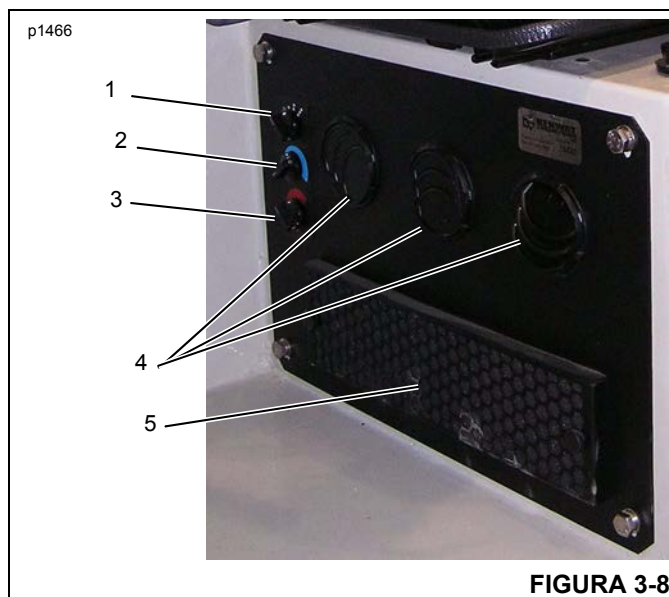

FIGURA 3-8
A chave do ventilador (1) (Figura 3-8) é uma chave de quatro posições que controla a velocidade do ventilador.